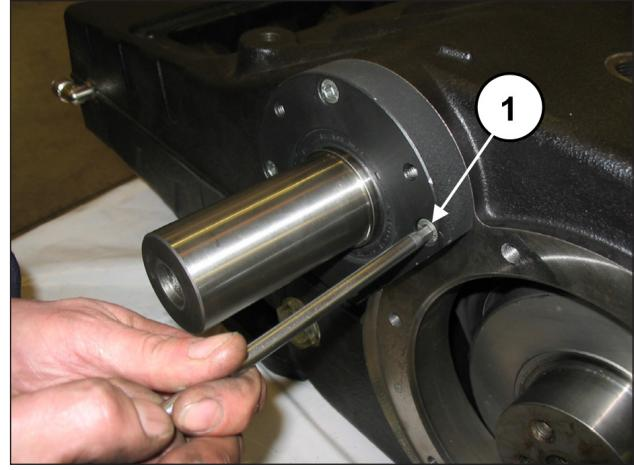
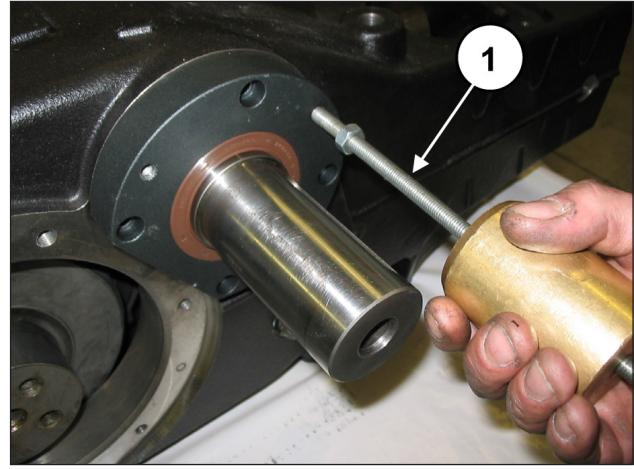

图 26
图 27
拧松右和左动力输出轴轴承盖固定螺丝（位置① - 图 26）并从动力输出轴上取出两个盖子。为了便于拆卸，可使用3个螺柱和M8螺栓（位置① - 图 27）作为提取器。